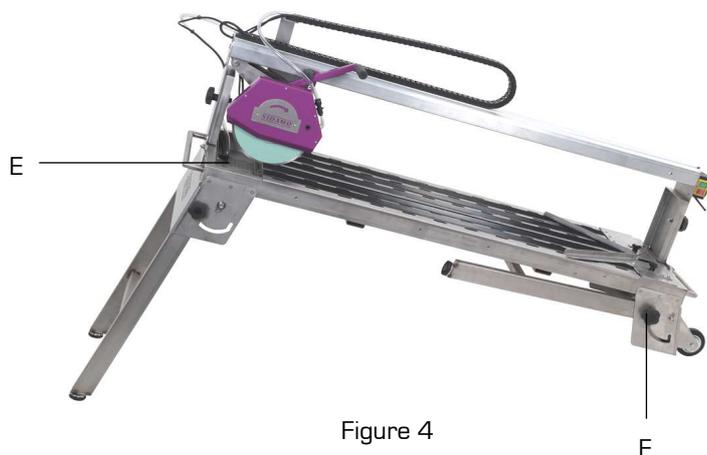
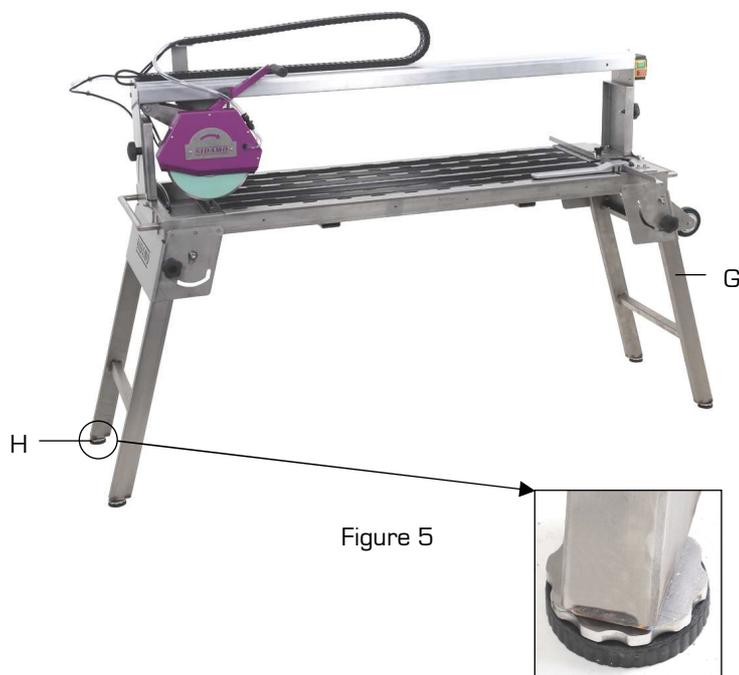

Figure 4
Figure 5
7. Débloquer la tête de coupe (A fig.2) côté interrupteur à l'aide de la poignée de blocage tête (B fig.2), la placer côté bac à eau (E fig.4) et la bloquer à l'aide de la poignée de blocage tête dans son emplacement prévu.
8. Desserrer les poignées de fixation pied (F fig.4) côté droit.
9. Déplier le pied côté droit (G fig.5).
Lorsque le pied côté droit (G fig.5) se dépie, s'assurer que les poignées de fixation pied (F fig.4) sont bien descendues pour éviter tout blocage.
10. Au moment où le pied côté droit (G fig.5) arrive en position dépliée, enclencher correctement les poignées de fixation pied (F fig.4) avec le pied dans sa position de blocage vertical.
11. Tirer le pied côté droit (G fig.5) vers l'extérieur pour assurer la rigidité de l'ensemble.
12. Resserrer les poignées de fixation pied (F fig.4) côté droit.
13. Pour s'assurer d'un meilleur positionnement et d'une meilleure stabilité de la machine, régler si besoin la hauteur des pieds en fonction du sol à l'aide des patins (H fig.5).